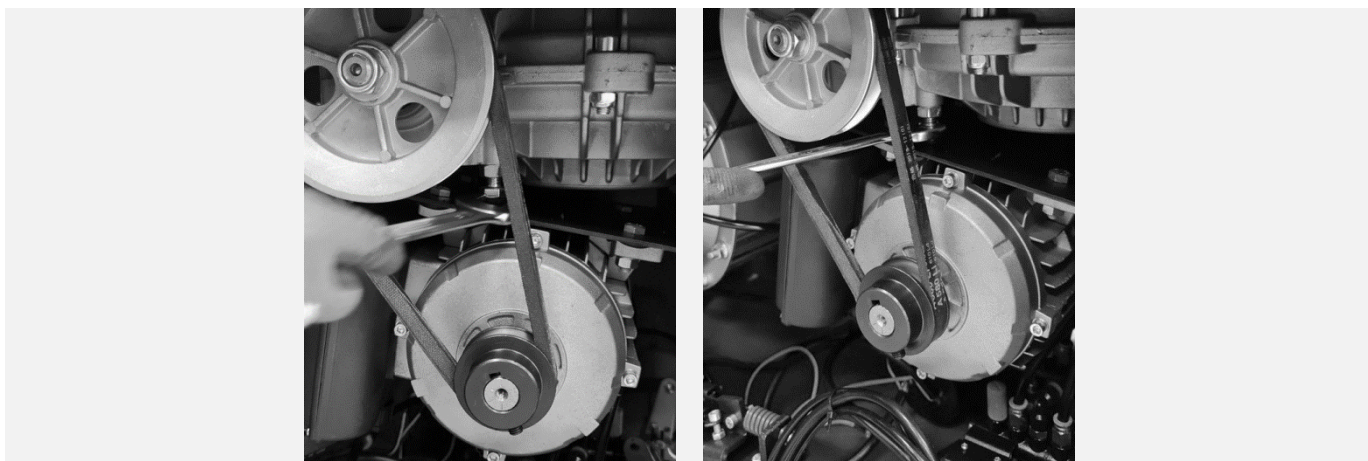

Рисунок 46
- Открутив контргайку, вращая специальный регулировочный болт отрегулировать натяжение приводного ремня (см. Рисунок 46).